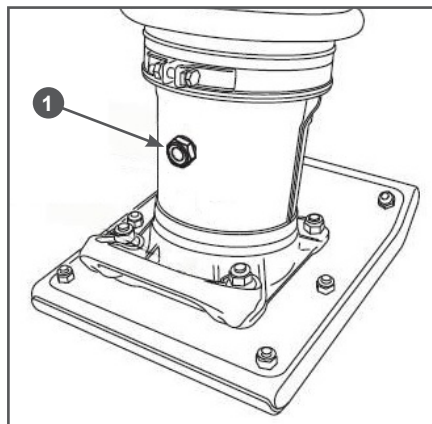

Рис. 7 Проверка уровня масла в рабочем цилиндре
2. На задней стороне рабочего цилиндра находится пробка 1 со смотровым отверстием для контроля уровня масла в рабочем цилиндре (Рис. 7). Уровень масла должен быть посередине смотрового отверстия.